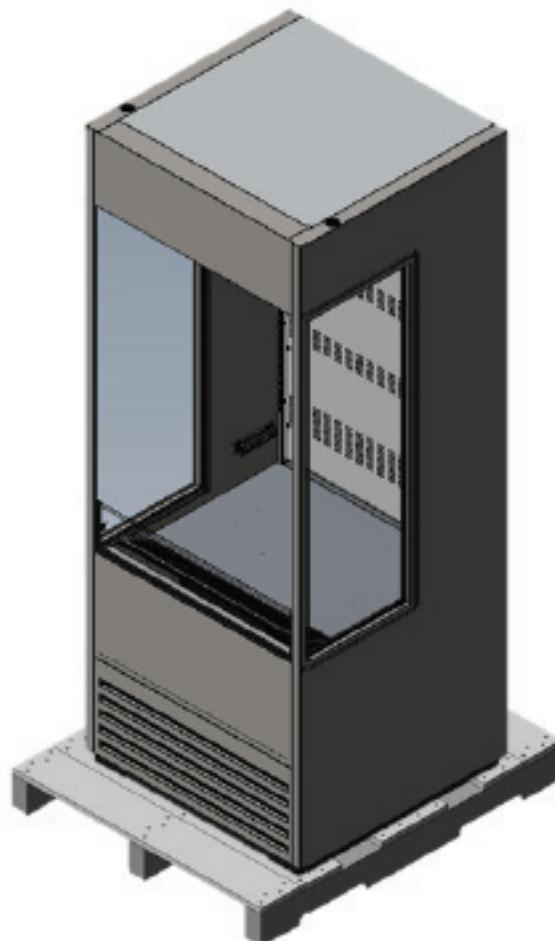

Fig. 1. Dépose de l'emballage extérieur.
1. Enlevez l'emballage extérieur (carton, film à bulles ou coins protecteurs en mousse de polystyrène et plastique clair). Voir Fig. 1. Vérifiez l'absence de dégâts. Encore une fois, faites une réclamation immédiatement auprès du transporteur si vous constatez des dégâts.